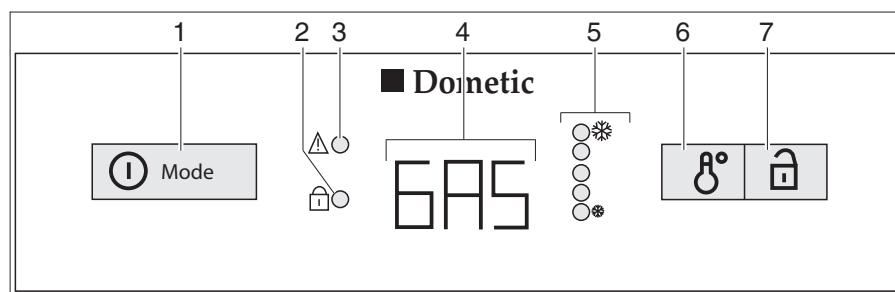

Fig. 141 Boutons de commande pour le réfrigérateur (Dometic Série 8 avec AES)
En cas de dérangements, la DEL d'affichage dérangement "⚠" (Fig. 141,3) clignote.
Lorsque l'alimentation 230 V n'est pas branchée et le moteur du véhicule est à l'arrêt, le AES choisit l'alimentation en gaz. Dès que le fonctionnement au gaz est activé, la veilleuse de sécurité s'ouvre automatiquement, de sorte que le gaz peut arriver au brûleur. En même temps, l'allumage électronique est connecté. Si la flamme s'éteint, p. ex. en raison d'un courant d'air, l'allumage s'active automatiquement et rallume le gaz. En cas de panne de gaz, le texte "GAS" (Fig. 141,4) clignote dans l'affichage de fonctionnement.
Lorsque le réfrigérateur est mis en marche, il choisit automatiquement la température moyenne du thermostat. Ce réglage peut être corrigé manuellement avec l'interrupteur pour le réglage de la température (Fig. 141,6). Les indicateurs DEL (Fig. 141,5) indiquent le réglage du thermostat sélectionné. La température de réfrigération se règle avec le même commutateur pour les trois types d'énergie. Il faudra attendre quelques heures jusqu'à ce que le réfrigérateur ait atteint sa température normale de réfrigération. Il garde toutefois son réglage de température lorsqu'on change d'un mode à un autre. La température de réfrigération est maintenue indépendamment du type d'énergie choisi.
- Appuyer sur le commutateur/sélecteur de source d'énergie (Fig. 141,1) pendant 2 secondes pour mettre l'appareil en marche. Le dernier mode de fonctionnement sélectionné est indiqué dans le voyant de contrôle (Fig. 141,4).
- Choisir le type d'énergie à l'aide du commutateur/sélecteur de source d'énergie (Fig. 141,1).
- Régler la température de refroidissement sur l'interrupteur de réglage de la température (Fig. 141,6). Les indicateurs DEL (Fig. 141,5) indiquent le réglage du thermostat sélectionné.
- Appuyer pendant 2 secondes sur le commutateur/sélecteur de source d'énergie (Fig. 141,1). Tous les indicateurs s'éteignent.